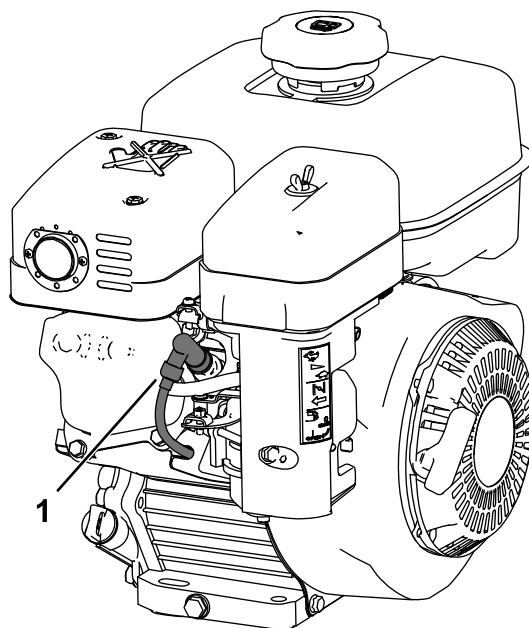

Figura 11
5. Desligue o fio da vela de ignição (Figura 11).